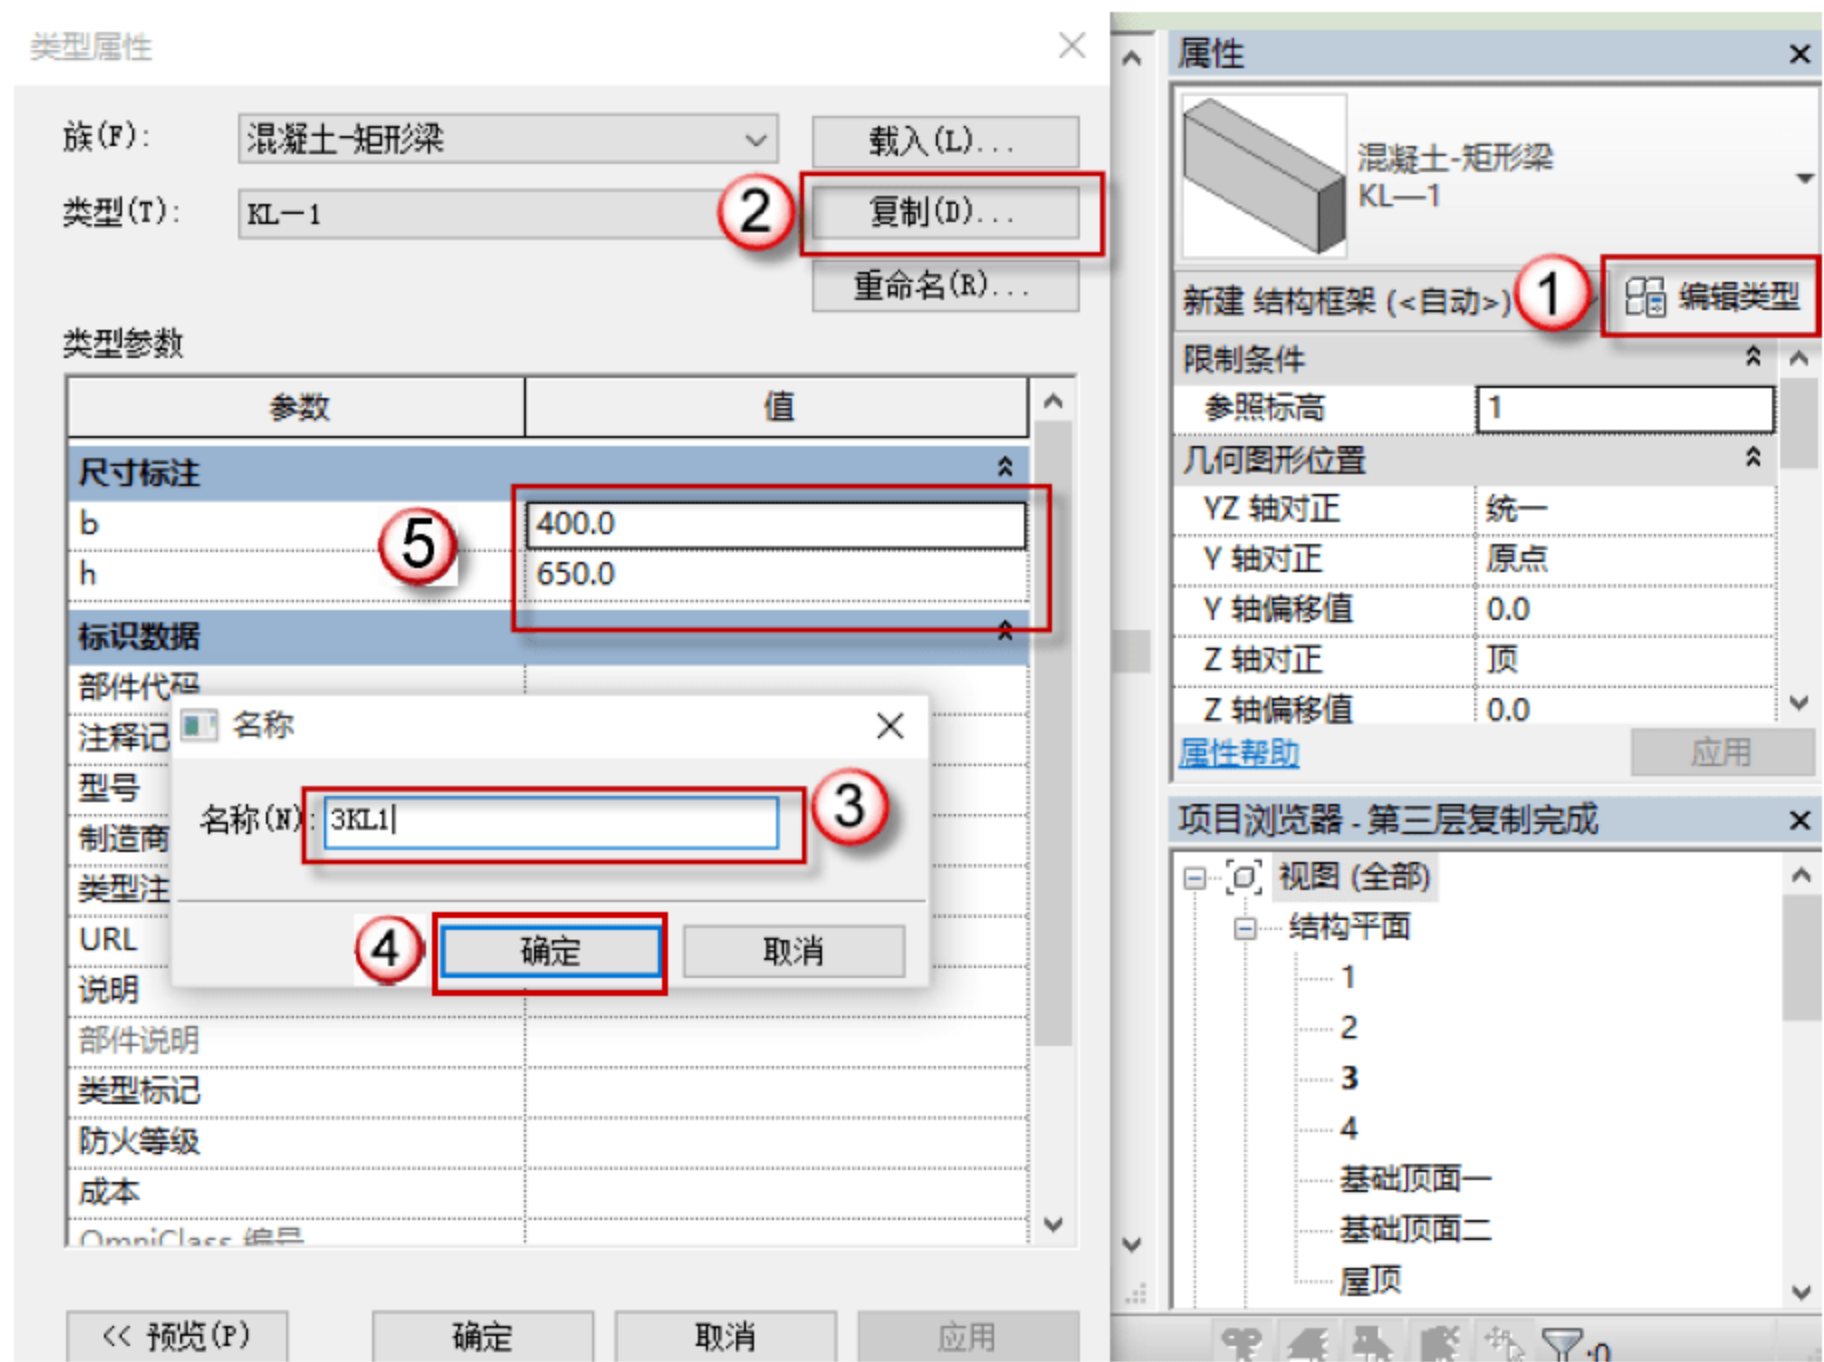

图 4.4.13 修改 KL1
(2) 修改 KL1 的参数以及名称，单击 KL1 对象，单击“编辑类型”按钮，在弹出的对话框中，单击“复制”按钮，在弹出的对话框中命名新的族名称“3KL1”，单击“确定”按钮，在“尺寸标注”栏中修改截面参数，如图 4.4.13 所示。